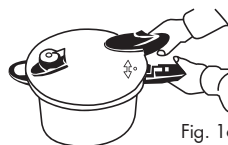

Fig. 16
- Aliniați semnul "●" de pe capac cu semnul "▲" de pe mânerul oalei (piesa 13) și deschideți capacul (Fig. 16).